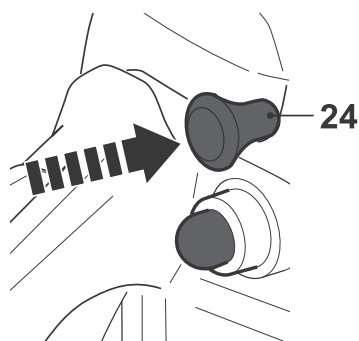

Fig. 25a
- > Prima a alavanca do estrangulador (24) (Fig. 25a).
- > Para usar a motosserra, segure o produto com ambas as mãos. Com a mão esquerda, segure a pega frontal (1) (não segure o travão da corrente) e, com a mão direita, segure a pega traseira (11).